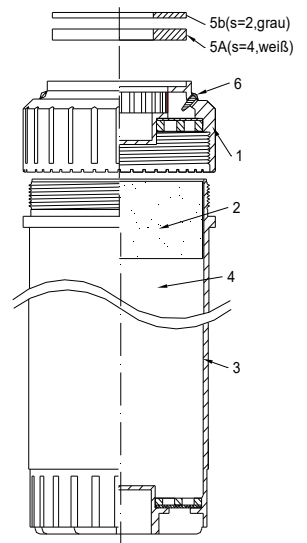

Bild 4: IK-Nachfüllkartusche NF2
- Siehe Bild 4.
- Deckel (1) abschrauben, Schaumstoffscheibe (2) entnehmen.
- Altes Granulat (4) (nur bei Nachfüllung) im Hausmüll entsorgen.
- Schaumstoffscheibe (2) und Deckel (1) wieder montieren.
Die Filterpatrone bietet über die Verschlussstopfen (6) (Bild 4) drei Einstellmöglichkeiten für einen Bypass mit ungefiltertem Wasser: Beide Bypassbohrungen sind verschlossen – das gesamte Wasser durchströmt das Fluorid / Arsen Adsorbens. Diese Variante wird empfohlen für die Nitrat- und Fluoridreduktion, da für diese Stoffe im Regelfall keine Restwerte gewünscht werden. Bei der Enthärtung wird diese Möglichkeit nicht empfohlen, da eine Resthärte durchaus angestrebt wird. (Wird eine Bypassbohrung geöffnet und eine mit dem Verschlussstopfen verschlossen erfolgt eine Stoffreduzierung um ca. 60 % zum Eingangswert. Werden beide Bypassbohrungen geöffnet erfolgt eine Stoffreduzierung um ca. 40%)